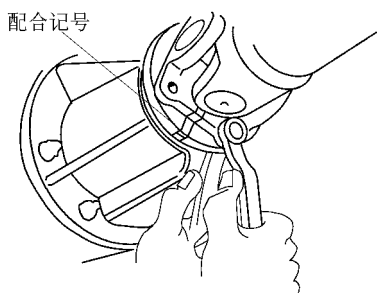

图 13-3 在法兰上作配合记号, 旋下四个螺栓
(1) 将主动轴法兰从变速器的结合法兰上脱开。在各法兰上作上配合记号, 旋下四个螺栓和螺母, 如图 13-3 所示。